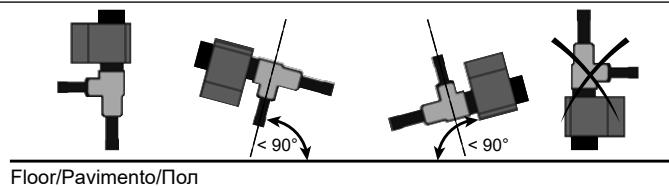

Fig. 1.
- Install the valve as shown (see Fig. 1). Coil pointing downwards is forbidden.
- Posizionare la valvola come indicato (vedi Fig. 1). La bobina non deve orientata verso il basso.